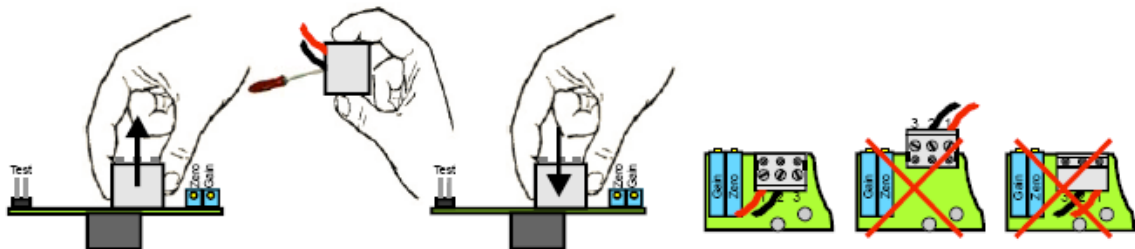

Рис. 3 Подключение
- Правильно подсоедините гнездо платы. См. рис. 3.
|   | Плата подключена неправильно                                  | Подключить плату правильно в соответствии с рис. 3             |